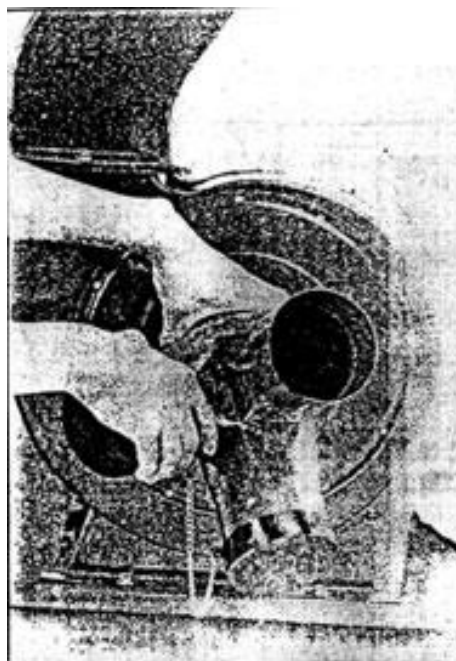

Рис. 18
- Вставьте четыре отверстия пылесборника в выход пневматической установки, как показано на рис. 18.